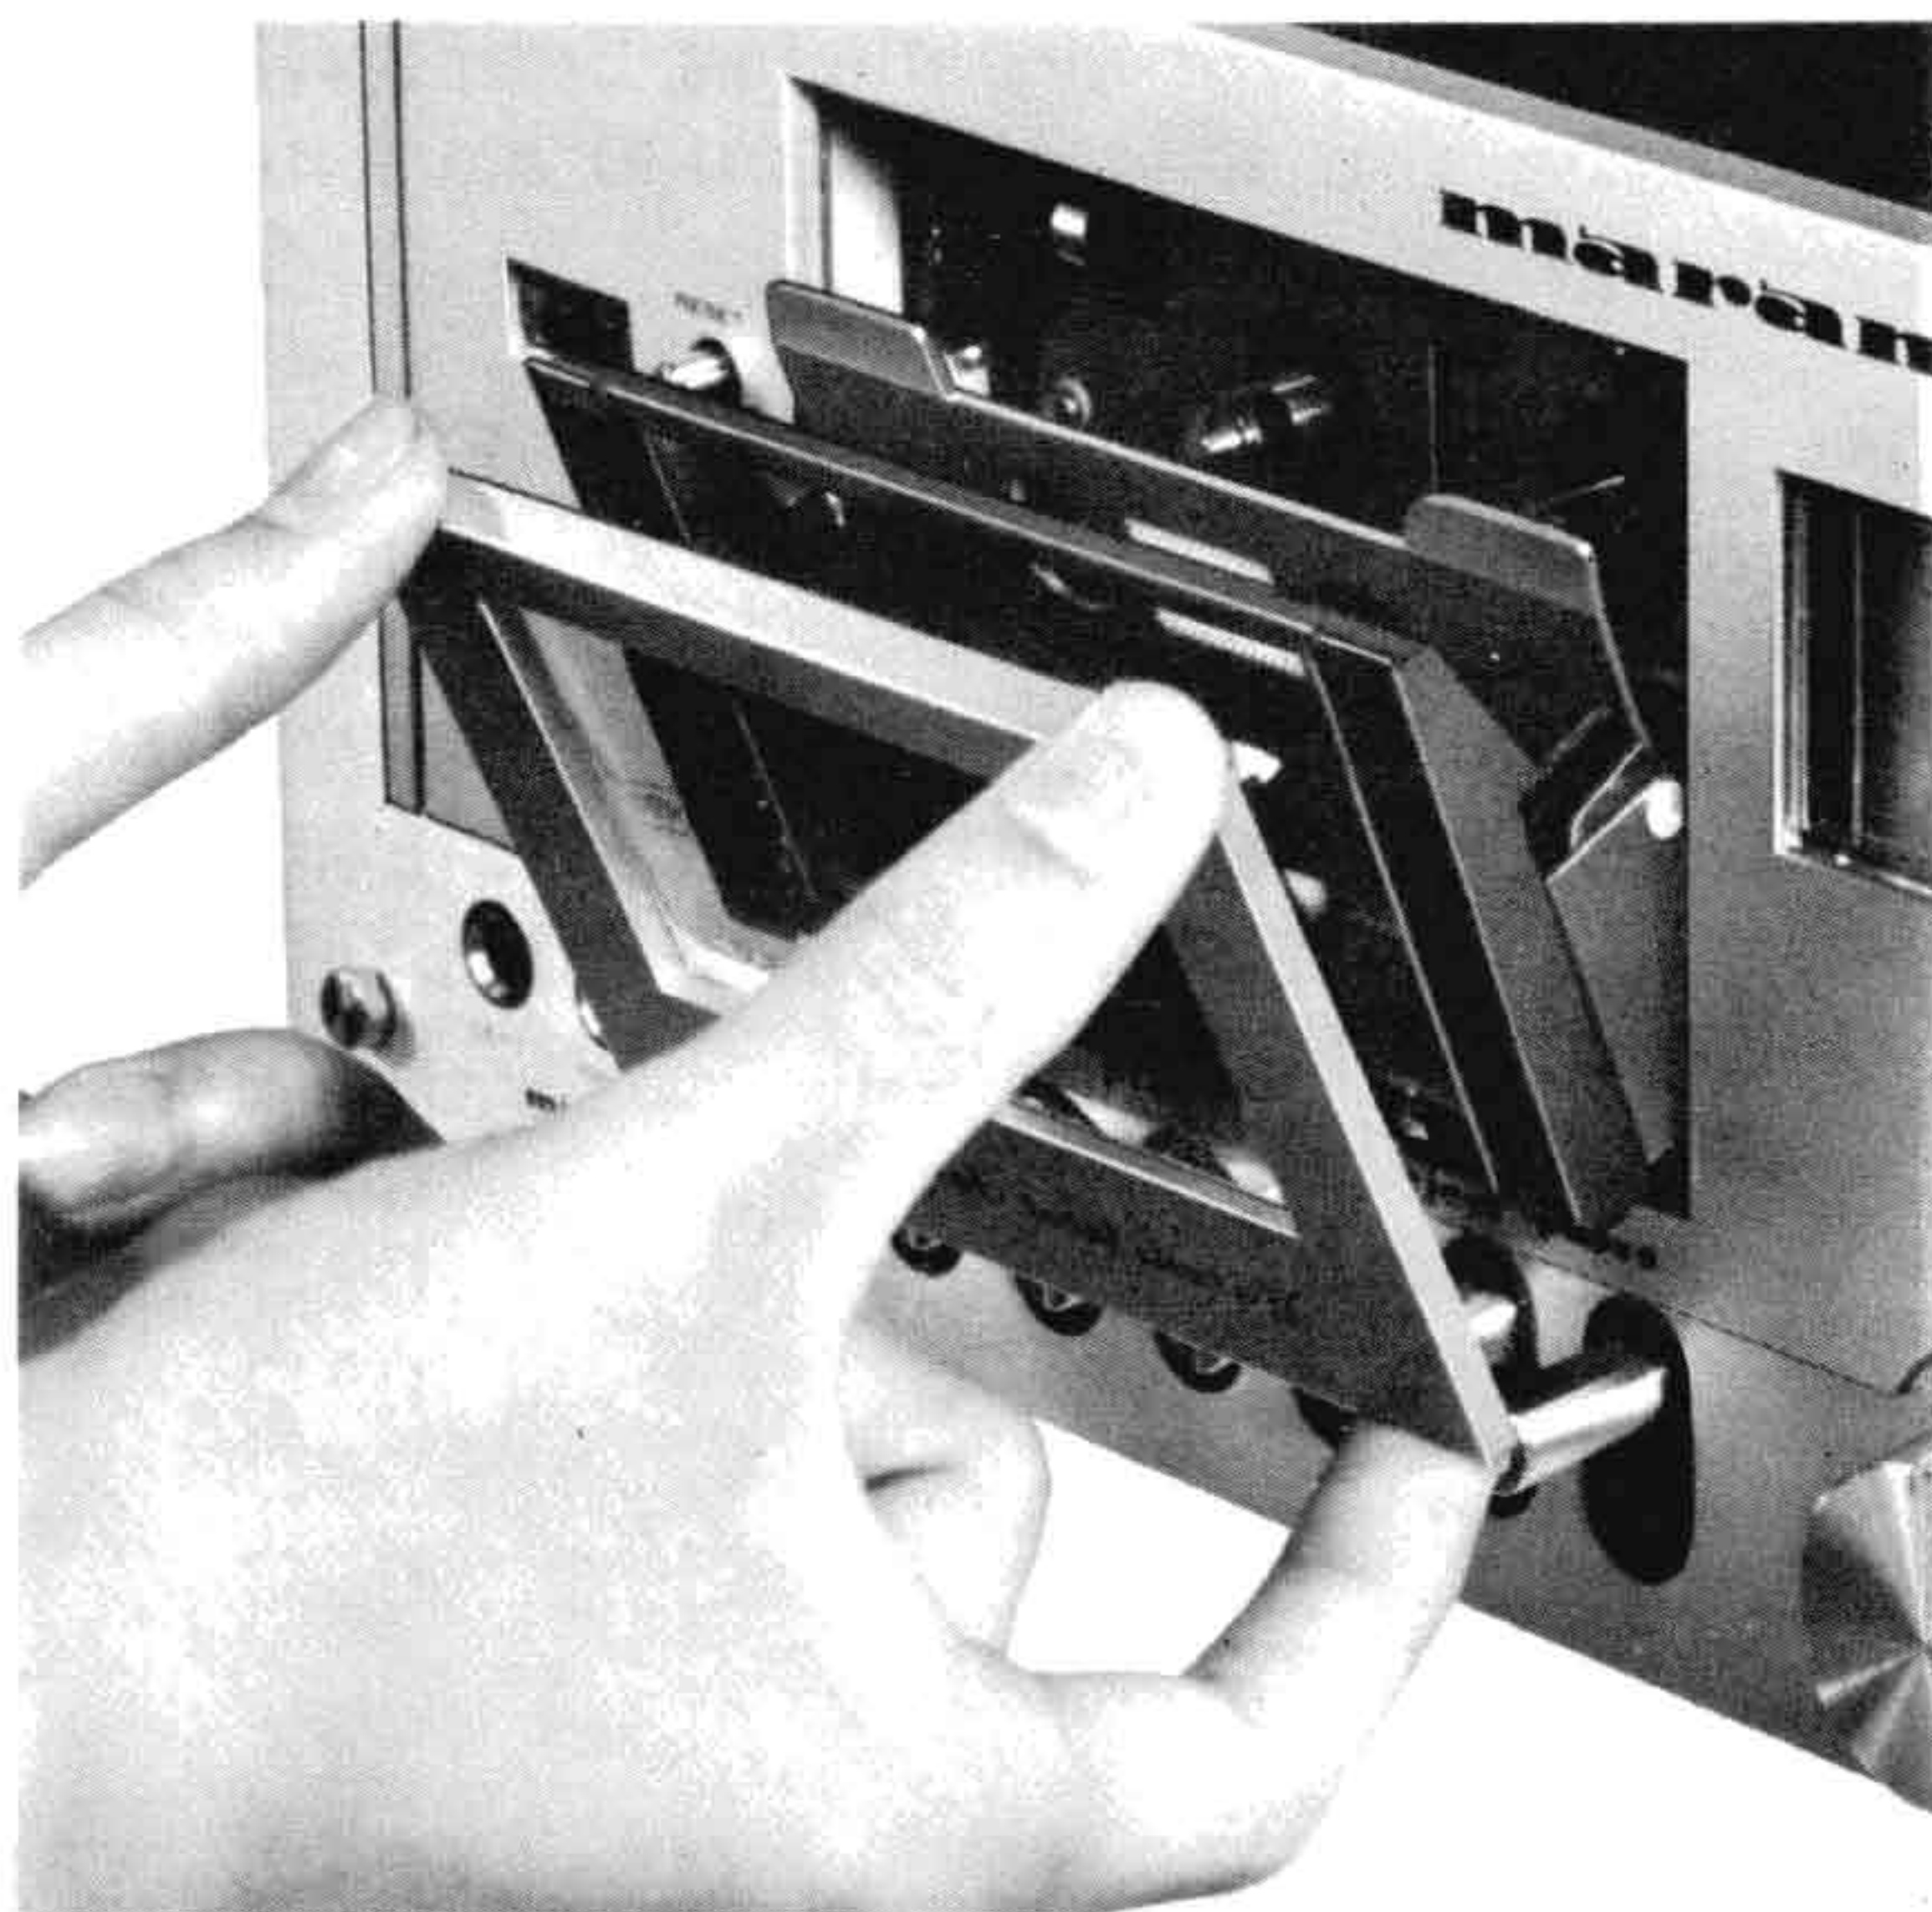

Abbildung 5. Entfernen des Deckels
3. Zum Entfernen des Deckels von der Cassettenhalterung ziehen Sie gemäß Abb. 5 am unteren Teil des Deckels. Schließen Sie die Cassettenhalterung.